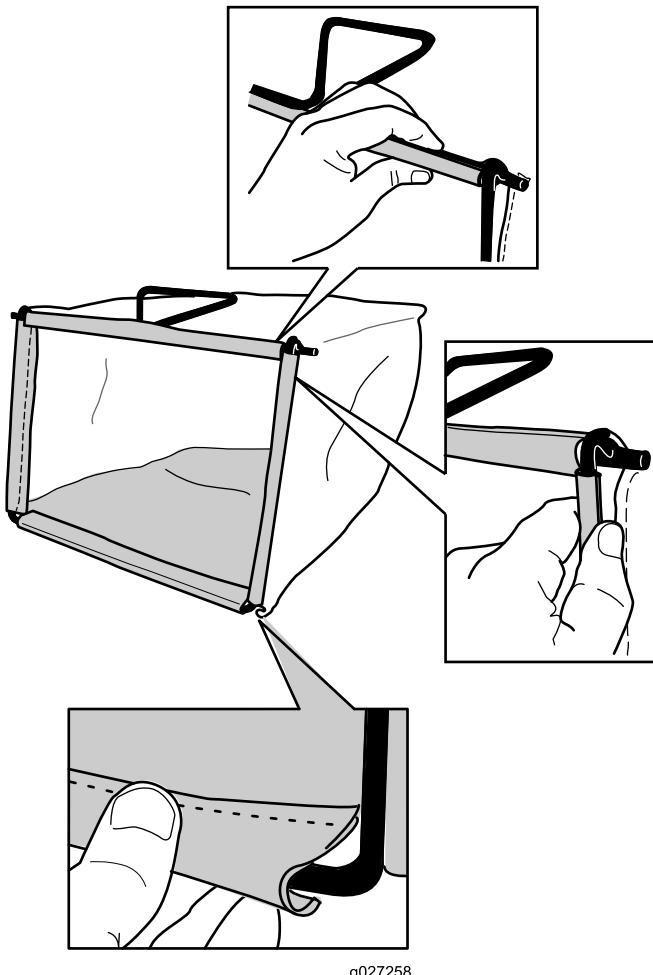

Figura 9
3. Agganciate i canali superiore e laterali del cesto rispettivamente sulle parti superiore e laterali del telaio (Figura 9).
2. Agganciate il canale inferiore del cesto sul fondo del telaio (Figura 9).